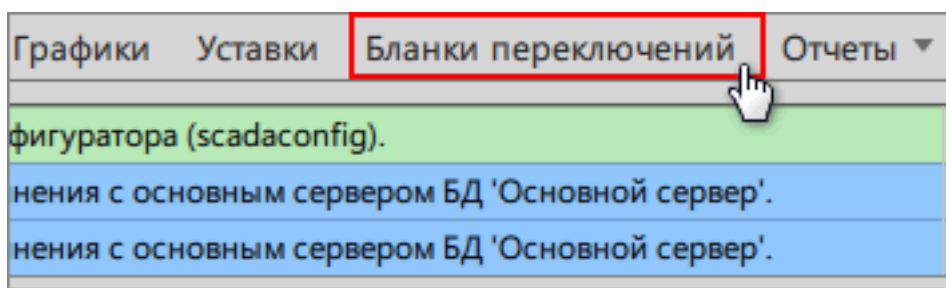

Рисунок 114 - Меню «Бланки переключений»
1. Нажмите на меню **Бланки переключений** на панели управления (Рисунок 114). Откроется рабочая область БП.